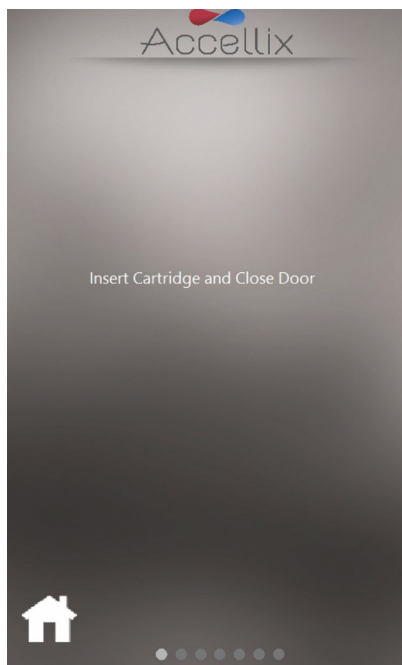

图 27：插入芯片屏幕
5. 当仪器提示时（图 27），按下仪器门正面右侧凹陷角并松开，打开门。使用顶部的手柄将芯片往下推，将其插入仪器，然后，当芯片插入时，再按住手柄的右侧往下推一点，直到听到并感觉到咔哒一声，确保芯片已完全插入仪器的芯片处理单元。